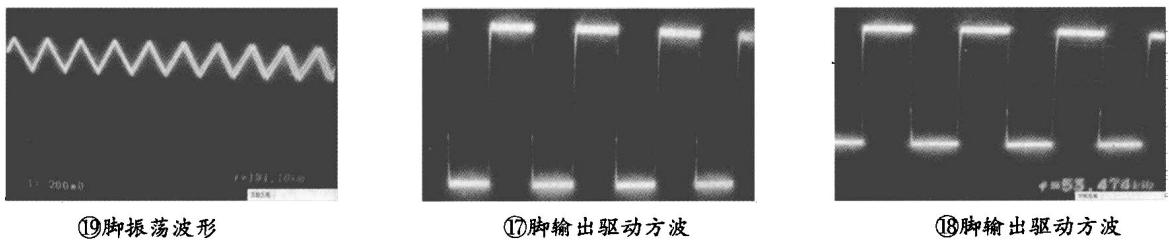

图 1-13 实测⑩脚振荡波形及⑪、⑫脚输出驱动方波脉冲波形
2.逆变电路不工作故障判定方法:逆变电路不工作,可能是振荡电路有故障,也有可能是保护电路启动引起。前面的内容已告诉大家,保护电路启动,除供电脚有电压外,其他电路均没有电压或波形,如 OZ960⑦脚基准电压消失,⑯、⑰脚振荡电压消失,⑪、⑫、⑯、⑰脚停止输出驱动波形等。
3.检修逆变电路不工作故障时,将灯管开路保护电路断开,便可做振荡电路工作状态判定。如将电路中 R834 断开,对 OZ960 工作状态进行判定,这时振荡电路将正常工作,且从⑫、⑯脚输出驱动波形,当然⑪、⑰脚不会有波形送出。图 1-13 是实测⑯脚振荡波形及⑯、⑰脚输出驱动方波脉冲波形。表 1-2 为 OZ960 引脚电压表。